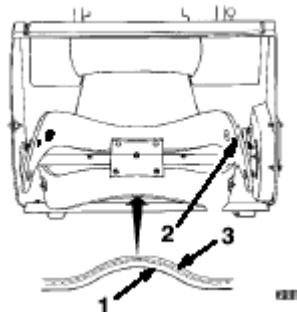

图24
- 3、用2个六角螺栓、2个垫圈、2个螺母，紧固刀片于旋转片上。螺栓头部应位于刀片较厚的一侧。（图24）
- 4、弯曲旋转刀片，用其余螺钉和螺母使其定位，螺钉头应位于刀片较厚一侧。（图24）
- 1、检查新刀片刀刃的厚度。（图24）一些旋转刀片在刀片较厚处有零件号。
安上新刀片，厚层应位于曲面内侧。（图24）如刀片安装不正确，刀片会失去平衡，吹雪机会弹起或跳跃。